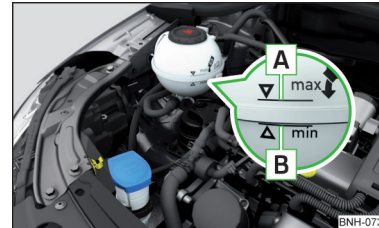

Abb. 229
Kühlmittelstand prüfen - der Kühlmittelstand muss zwischen den Markierungen **A** und **B** liegen » Abb. 229. Liegt der Kühlmittelstand unterhalb der Markierung **B**, das Kühlmittel nachfüllen.
Die **Spezifikation** des Kühlmittels ist auf dem Kühlmittelausgleichsbehälter aufgeführt » Abb. 229.
- Das Kühlmittel nicht über die Markierung **A** auffüllen » Abb. 229. Das Kühlmittel könnte bei Erwärmung aus dem Kühlsystem gedrückt werden - es besteht die Gefahr einer Beschädigung der Motorraumteile.